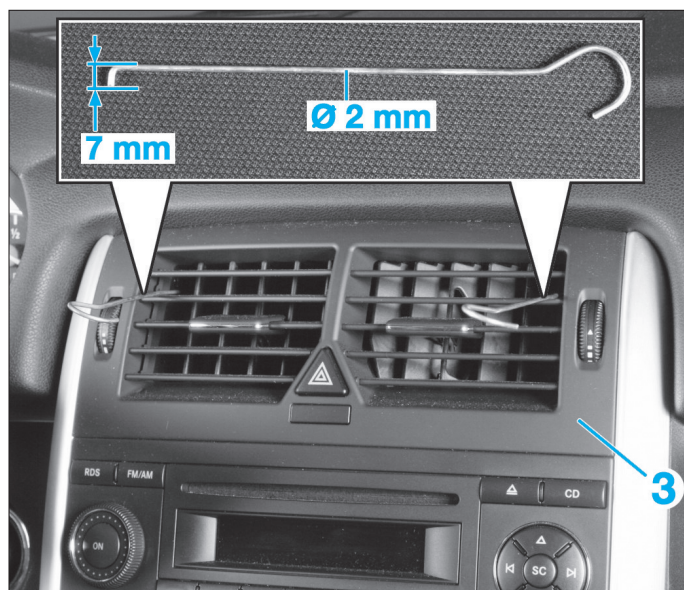

FIG. 41
- À l'aide de crochets, déverrouiller les deux fixations de l'aérateur central (3) et l'extraire vers l'arrière (Fig.41).